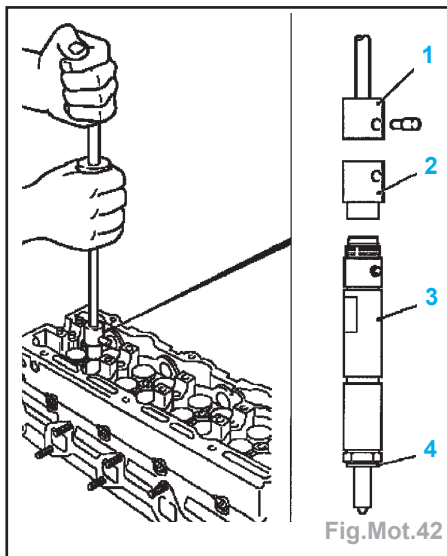

Fig.Mot.42
- Déposer les injecteurs (3) avec précaution à l'aide des outils **KM-931** (2) **KM-328-B** (1) (Fig.Mot.42).